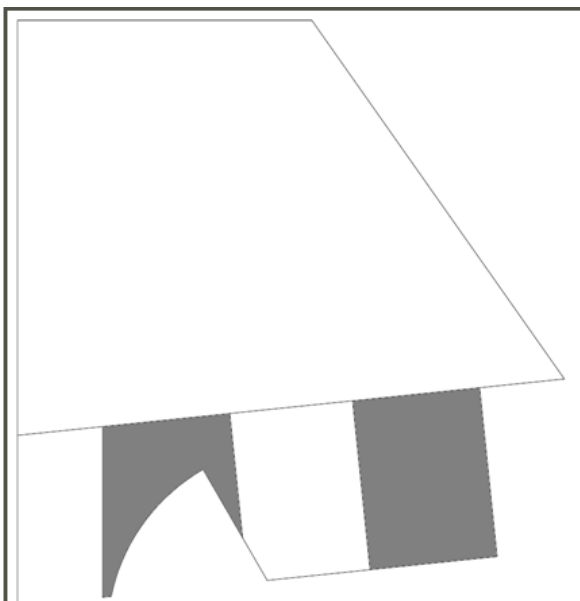

Figura 14 - Verticale Riferimento smussatura stabilizzatore
- Anche in questo caso, utilizzando carta vetrata applicata su un blocco di levigatura piatto, levigare gli smussi nella parte anteriore e posteriore dello stabilizzatore verticale (A3) nelle aree contrassegnate in grigio nella Figura 14. Levigare uniformemente su entrambi i lati cercando di assottigliare la parte anteriore e posteriore ad un profilo abbastanza stretto (meno di ½ mm).